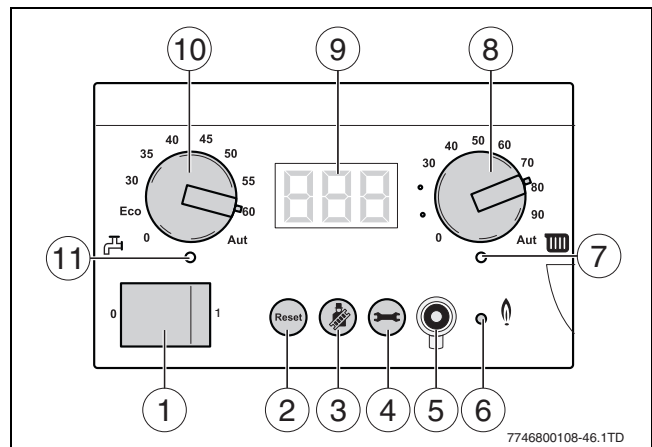

Bild 6 Panel
- ▶ Ställ till/från-brytaren i läge "1" (→ bild 6, [1]).